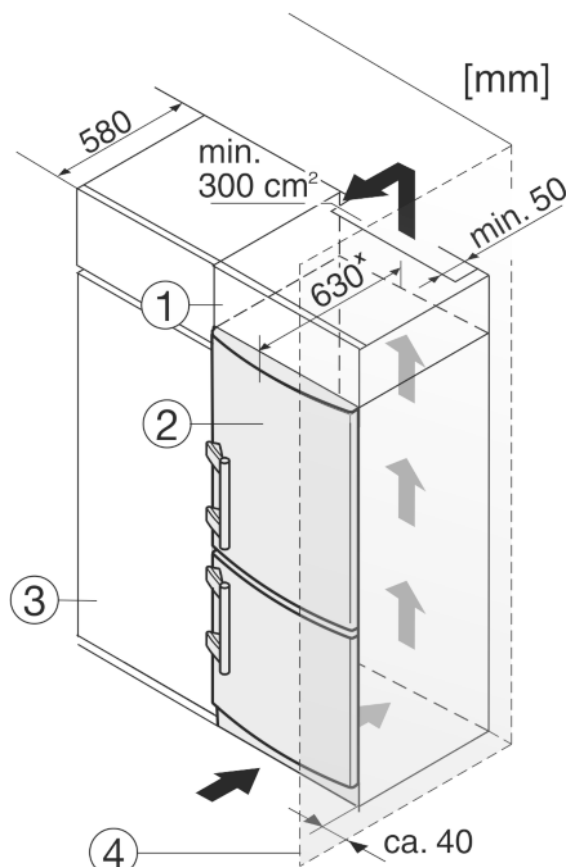

Fig. 13
L'apparecchio può essere incassato nell'arredamento per la cucina. Per adattare l'apparecchio Fig. 13 (2) all'altezza della cucina componibile, è possibile applicare sopra l'apparecchio un adeguato mobile da appoggio Fig. 13 (1).
Si la cucina posee armarios (profundidad máx. 580 mm), el aparato se puede colocar directamente junto al armario de cocina Fig. 13 (3). El aparato sobresale 34 mm^x por los lados y 50 mm^x en el centro del aparato respecto al frente del armario de cocina.
Se l'apparecchio con cerniere viene installato accanto ad una parete Fig. 13 (4), la distanza minima fra l'apparecchio e la parete deve essere almeno di 40 mm, che corrisponde alla sporgenza della maniglia con la porta aperta.